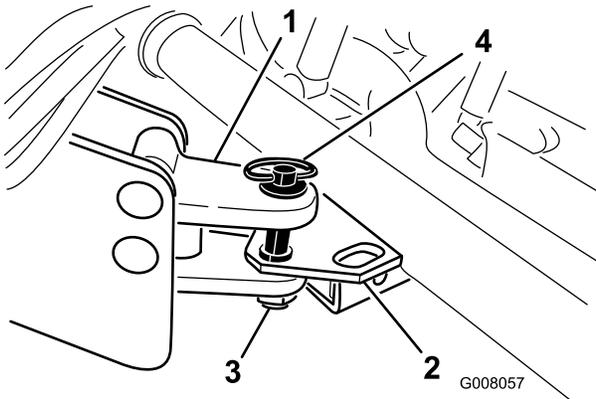

Figura 18
2. Ajuste o processador do garfo de engate ao mesmo nível do engate do veículo (Figura 18). A estrutura do processador core deve ser nivelada com o solo quando está no rolo traseiro.
3. Ligue o engate do processador ao engate do veículo com um pino de engate e um pino de sujeição (Figura 18).